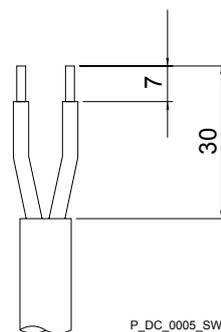

Fig. 12 : Retrait de l'isolation du câble
1. ➤ Retirer l'isolation du câble conformément à Fig. 12 et engager les cosses d'extrémité de conducteur adéquates par pression.